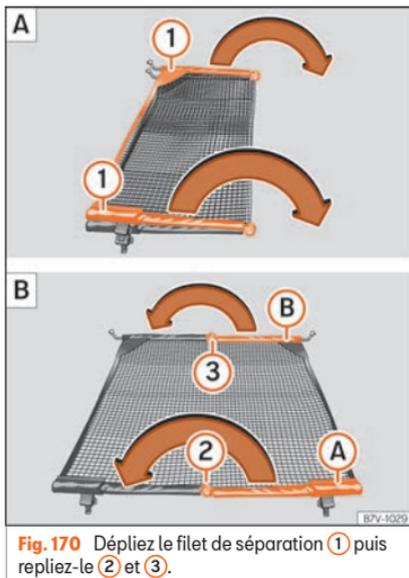

Fig. 170 Dépliez le filet de séparation ① puis repliez-le ② et ③.
Dépliez entièrement les barres transversales du filet de séparation »» fig. 170 ① dans le sens de la flèche jusqu'à ce que vous entendiez un « clic ».
- Appuyez sur le bouton de déverrouillage »» fig. 170 ② puis pliez la barre A dans le sens de la flèche avec le bouton de déverrouillage enfoncé.
- Appuyez sur le bouton de déverrouillage »» fig. 170 ③ puis pliez la barre B dans le sens de la flèche avec le bouton de déverrouillage enfoncé.